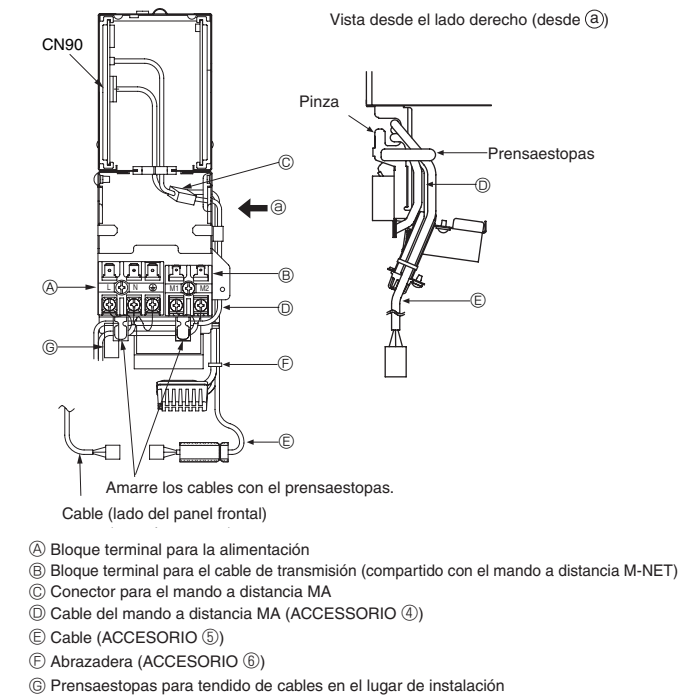

Fig. 5-1
5.1. Unidad interior (Fig. 5-1, 5-2)